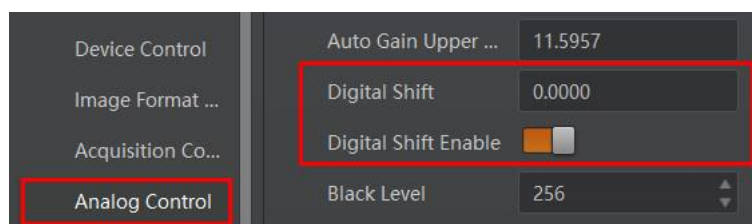

图10-38 数字增益设置
2. 在 *Digital Shift* 参数中输入需要设置的数字，如图10-38所示。